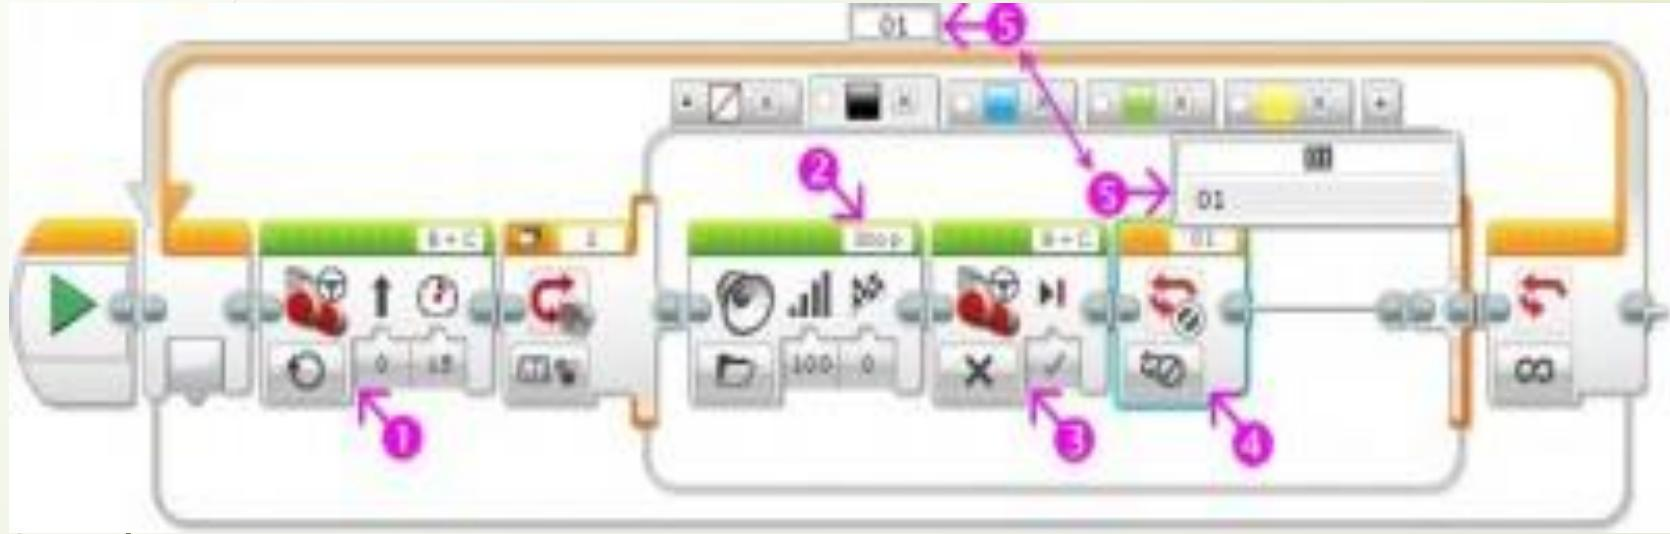

Рис. 8
- Внутрь цикла перед программным блоком "**Переключатель**" добавим программный блок "**Рулевое управление**", тем самым заставим нашего робота двигаться (**Рис. 8 поз. 1**). Во время движения робот будет проверять текущее состояние датчика цвета и произносить название цвета. Если полоски будут широкими, а робот будет двигаться медленно, то, возможно, он станет произносить название цвета более одного раза, так как проверка цвета будет происходить неоднократно. Если такое положение дел вас не устроит - увеличьте скорость робота, чтобы он быстрее проезжал цветные полосы.
- В программном блоке "**Звук**" изменим звуковой файл "**Black**" на "**Stop**" (**Рис. 8 поз. 2**).
- Добавим в контейнер программный блок, выключающий моторы (**Рис. 8 поз. 3**).
- Нам требуется прервать выполнение программного блока "**Цикл**", чтобы завершить выполнение программы. Для этого поместим в контейнер программный блок "**Превывание цикла**" Оранжевой палитры (**Рис. 8 поз. 4**). У данного программного блока существует только одна настройка - название прерываемого цикла. В сложной программе со множеством циклов важно правильно устанавливать эту настройку, чтобы остановить выполнение нужного цикла (**Рис. 8 поз. 5**). В нашей программе за программным блоком "**Цикл**" отсутствуют другие программные блоки, поэтому программа завершится.